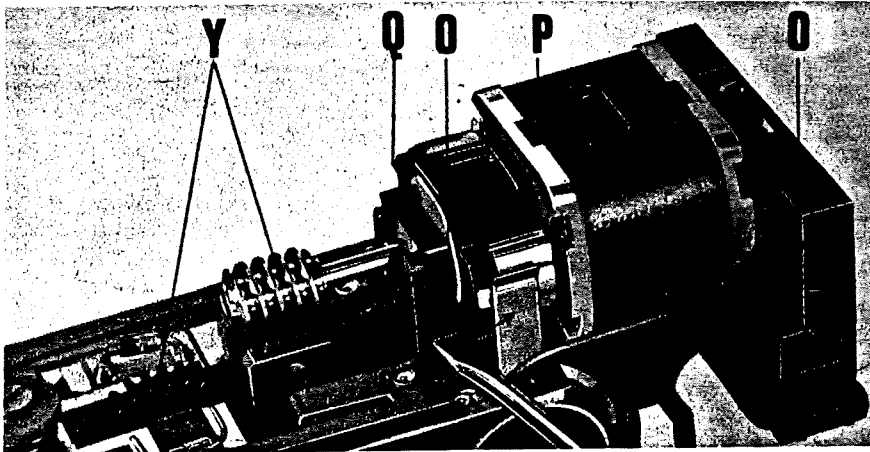

Abb. 3
**Motor austauschen (Abb. 3)**